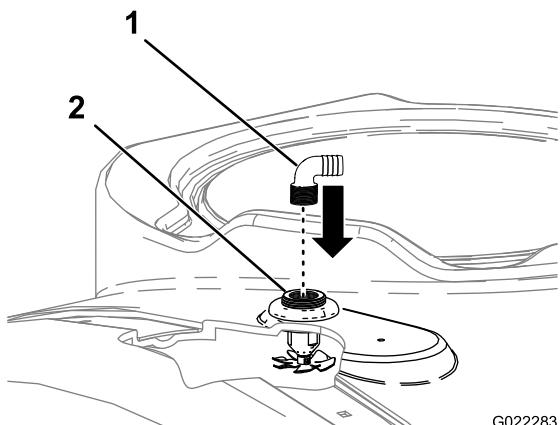

図 9
- すすぎノズル・バルクヘッドの、ねじ切りされている開口部にすすぎノズル・ホースバー(2個)を取り付ける(図9)。